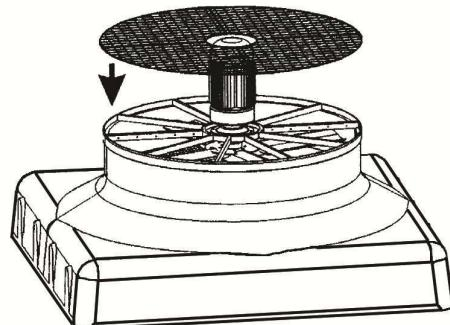

Fig. 14
- a) Check that the grating to protect the fan is assembled, otherwise assemble (Fig 14).
- a) Controllare se la griglia a protezione del ventilatore è montata, in caso contrario assembrarla (fig. 14).
- a) Comprobar si se encuentra montada la rejilla de protección del ventilador, en caso de no ser así, montarla (fig. 14).